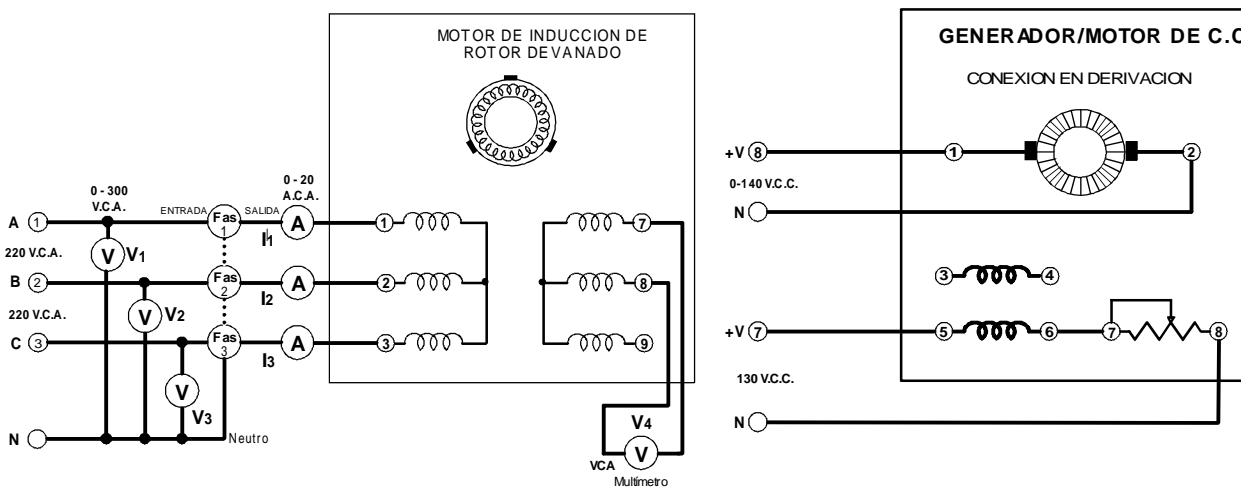

Fig. A6-2
4.- Conecte el circuito que se ilustra en la figura A6-2, utilizando el generador/motor de c.c., motor de rotor devanado, sistema de monitoreo por computadora, módulo de interfaz, fuente de alimentación e instrumentos de medición de c.a. del panel, así como instrumentación virtual.